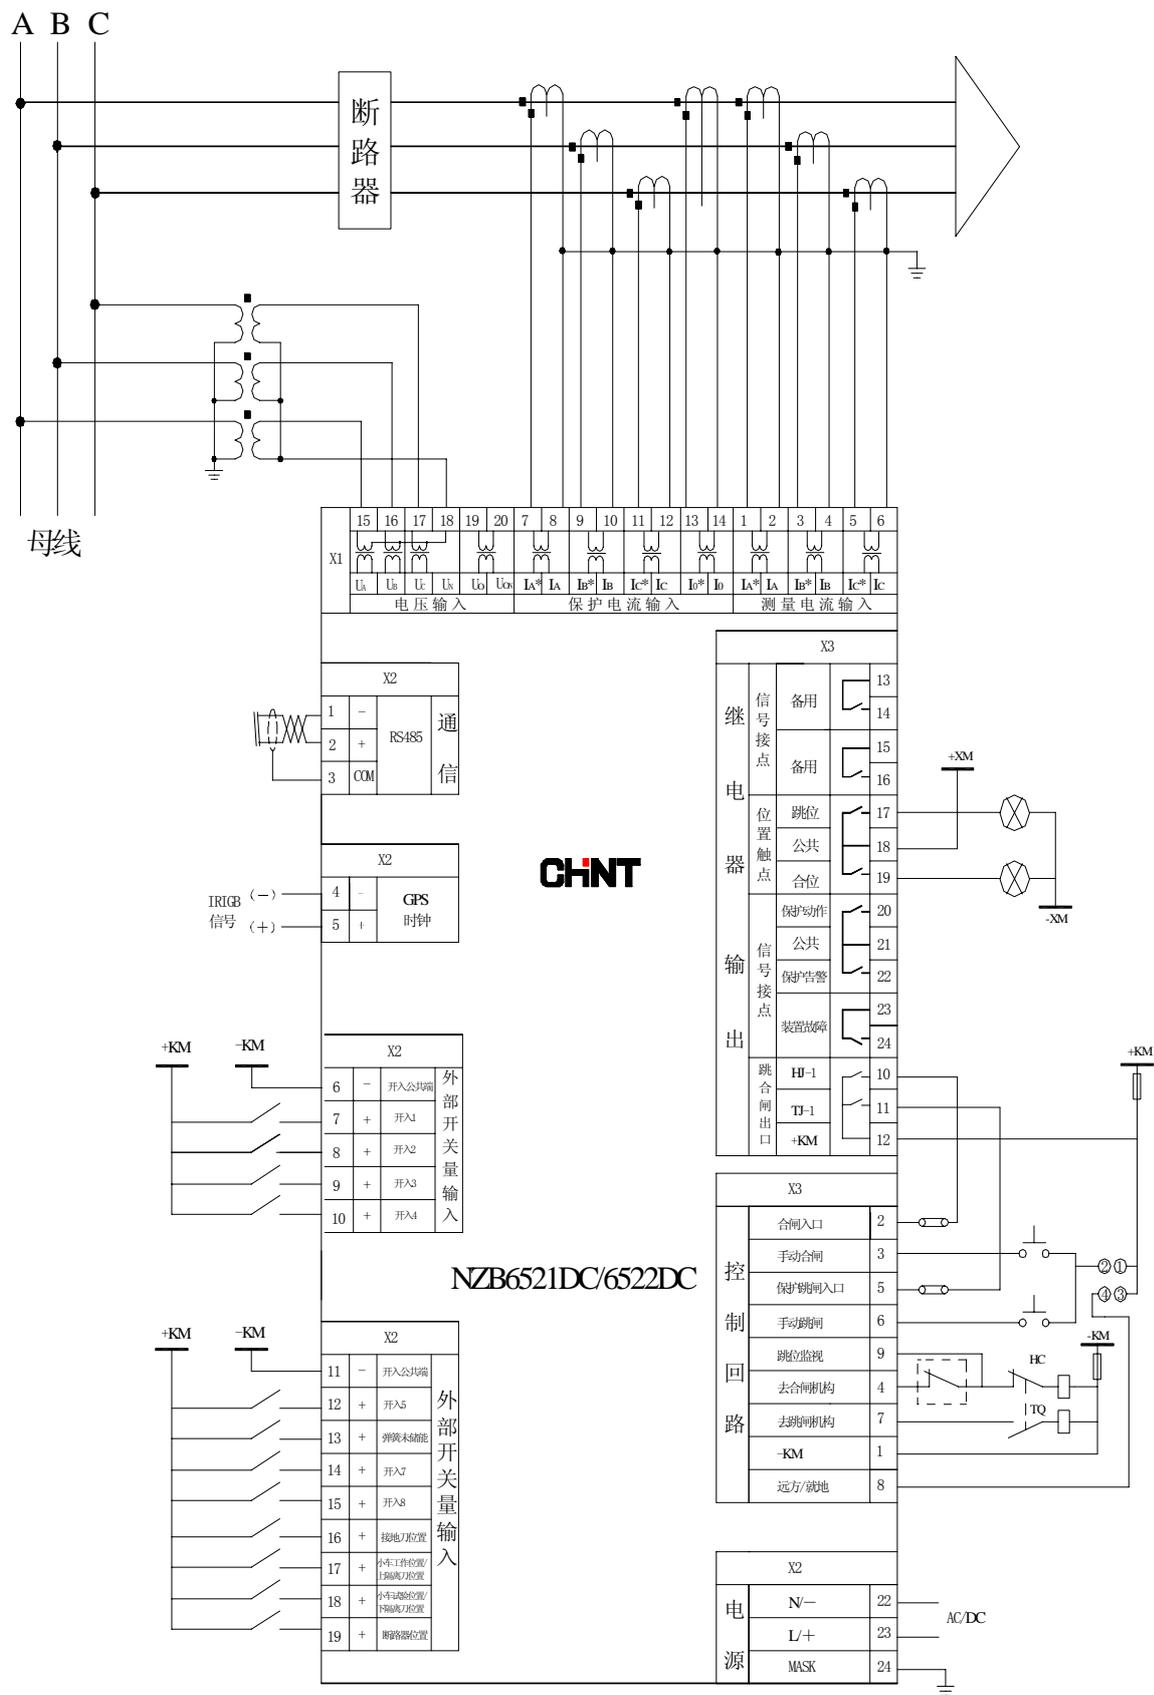

图5: NZB6521DC/NZB6522DC典型接线图
1) NZB6521DC/ NZB6522DC 典型接线见图 5